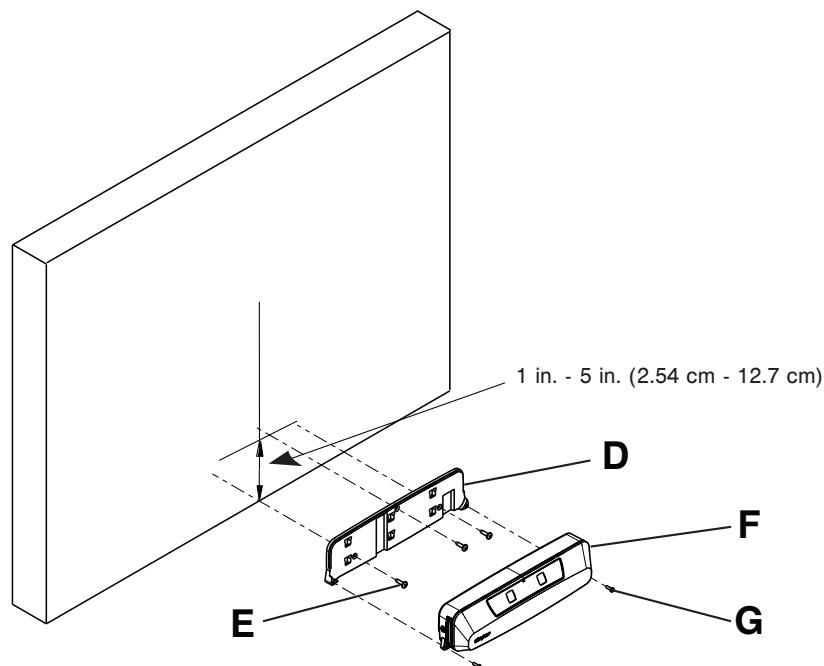

Рисунок 3 – Спецификации монтажа
5. С помощью рулетки и карандаша отметьте предполагаемый центр расположения кровати (вертикальную линию) (Рисунок 3).
- Отцентрируйте крепежную пластину по вертикальной линии, сделанной на шаге 5, и установите нижнюю часть крепежной пластины не более чем на 1 дюйм (2,54 см) от пола (Рисунок 3).
- Приложите уровень к нижней части крепежной пластины (D) и убедитесь в том, что она горизонтальна, когда вы располагаете крепежную пластину (D) на контрольных метках, сделанных на шагах 5 и 6 (Рисунок 3).
- Отметьте карандашом три отверстия для винтов на крепежной пластине (D).
- Используя соответствующий инструмент с крепежными элементами, поставляемыми больницей (E, не входит в комплект), прикрепите крепежную пластину (D) к стене (Рисунок 3).
- Прикрепите **Secure Connect** (F) к крепежной пластине (D) (Рисунок 3).
- Крестообразной отверткой № 2 укрепите **Secure Connect** (F) на крепежной пластине (D) двумя поставляемыми винтами (700001126359) (G) (Рисунок 3).